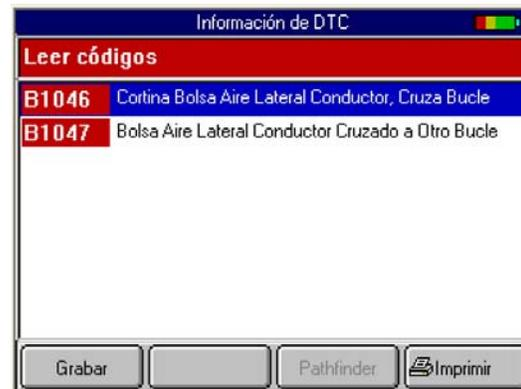

Figura 7.5: Pantalla de Información de Códigos
- Si aparece la pantalla Información de Códigos DTC (Figura 7.5), consulte el paso 6.
- Si aparece la pantalla Información de Código DTC (Figura 7.5), consulte el paso 6.